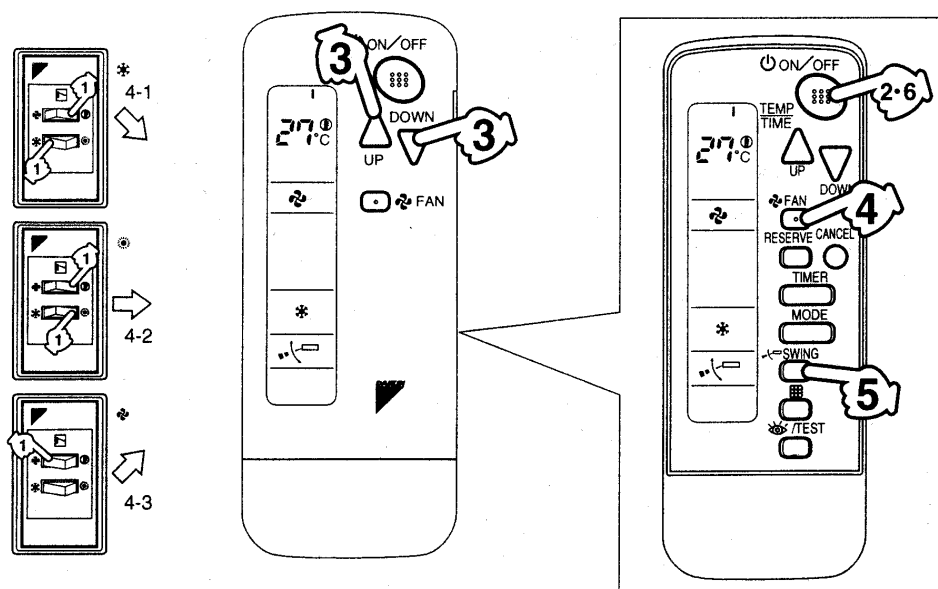

Рис. 4
**1** Выберите режим работы с помощью переключателя дистанционного управления режимами **ОХЛАЖДЕНИЕ/НАГРЕВ**, находящегося на внутреннем блоке. Необходимые для этого операции указаны на рис. 4.